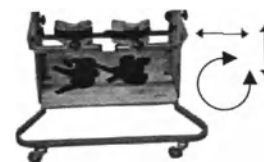

рис.2
1) Регулировка положения стоп (рис.2).